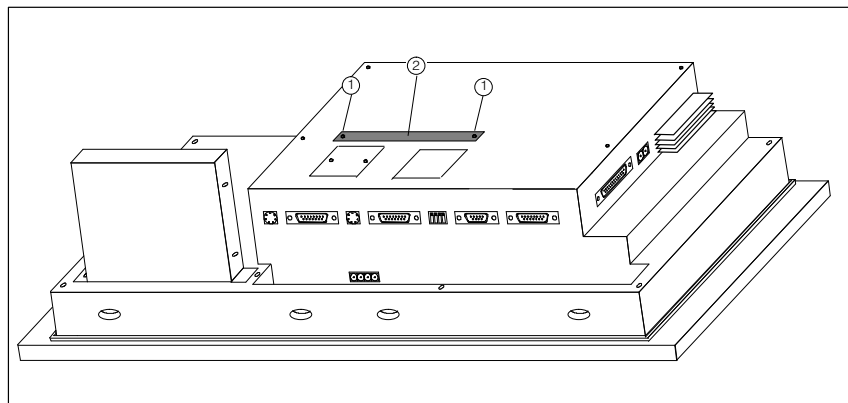

Bild 5-1 Seitenteil abnehmen
2. Lösen Sie zwei Schrauben ① und entfernen Sie die im Bild 5-1 mit ② gekennzeichnete Abdeckung von der Rückwand des OP. Drehen Sie die Schrauben wieder an gleicher Position in das Gehäuse.
3. Stecken Sie die AT-Erweiterungsbox über die Steckvorrichtung in die Buchse, die sich unter der Abdeckung ② in Bild 5-1 befindetet.